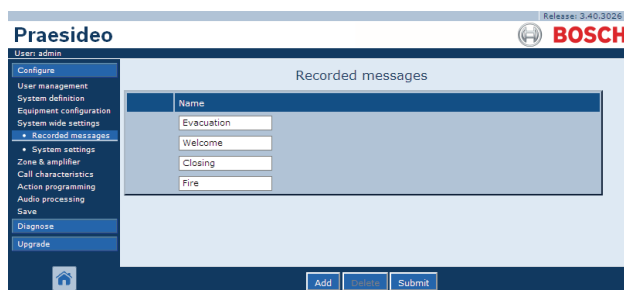

Abb. 44.6: Anmeldung von Durchsagen löschen, Schritt 1
- 1 Rufen Sie *Configure > System wide settings > Recorded messages*, auf um die Seite *Recorded messages* zu öffnen. Im Mainframe der webbasierten Benutzeroberfläche erscheint ein Bildschirm, der dem in Abb. 44.6 ähnelt.